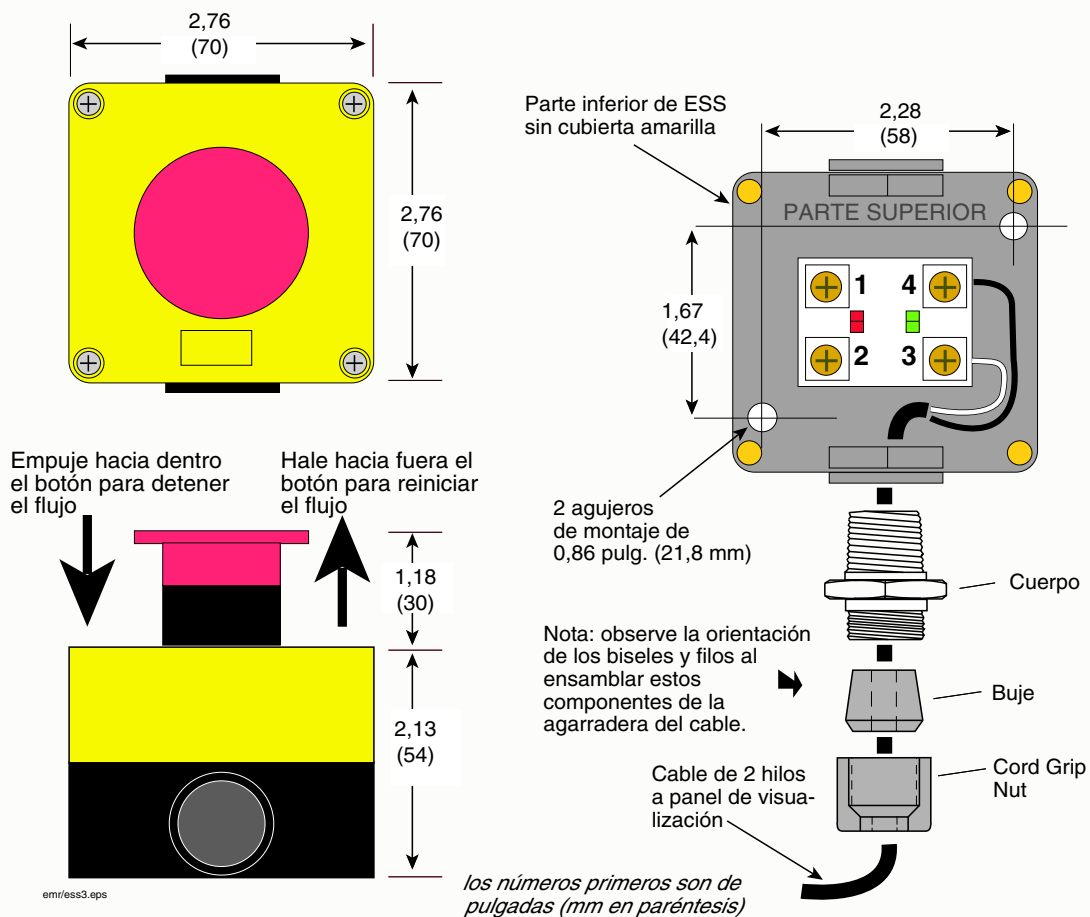

Figura 13. Montaje del interruptor de parada de emergencia y diagrama de cableado
- a. Si usted tiene el interruptor ESS opcional, debe instalarlo en el camión cerca al panel de visualización. En la base del interruptor ESS hay dos agujeros de montaje de 0,181 pulg. (4,6 mm) de diámetro. Además, usted necesitará un tramo de cable de 2 alambres para conectar el interruptor ESS al panel de visualización (vea la figura 13).
- b. Desenrosque la mitad superior amarilla del interruptor ESS y póngalo aparte con el empaque. Empuje hacia afuera el agujero ciego inferior de la parte inferior color negro de la carcasa del interruptor. Monte la mitad inferior del interruptor en el camión, en un sitio que sea rápidamente accesible durante una entrega, usando (2) tornillos de 0,157 pulg. (4 mm). Enrosque el acople de la agarradera del cable del juego en el agujero ciego de la mitad inferior del interruptor. Afloje la tuerca/buje de la agarradera del cable y empuje un extremo del cable de 2 alambres (blanco y negro) a través del acople de la agarradera del cable y hacia la carcasa del interruptor.